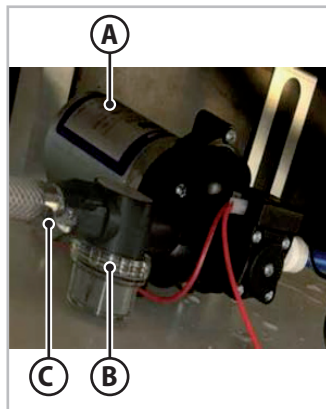

Fig. 7.1 - Filtro esterno pompa acqua
3. Accedete alla pompa acqua (A - Fig.7.1) rimuovendo i cuscini dal divano della dinette e togliendo il coperchio del vano serbatoio dell'acqua potabile.
4. Svitare il raccordo in plastica (C - Fig.7.1) che collega il filtro al tubo di scarico.
5. Svitare il coperchio trasparente (B - Fig.7.1) del filtro ed estrarre il corpo filtrante.
Pulire regolarmente il vaso di espansione (Fig.7.1), in particolare quando l'acqua esce con flusso irregolare dai rubinetti nonostante: